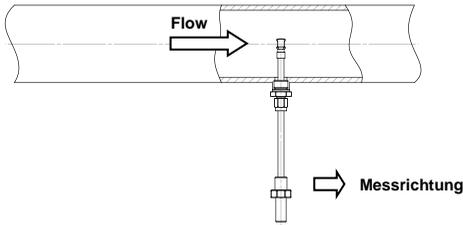
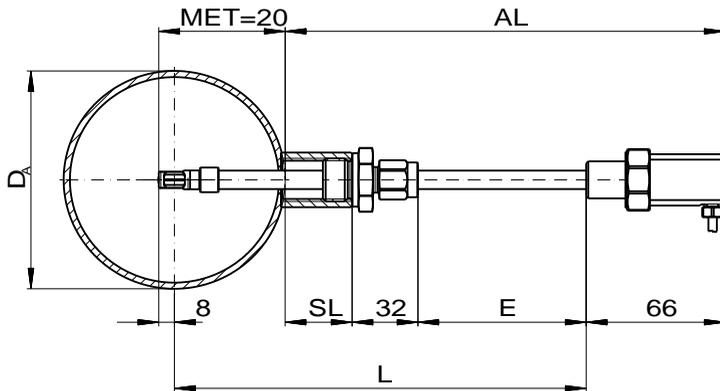

Abbildung 1: Positionierung im Rohr
Abbildung 3
Der Sensor misst die Strömungsgeschwindigkeit nur in der auf Gehäuse und Sensorkopf angezeigten Richtung (Pfeil) korrekt. Daher ist darauf zu achten, dass der Sensor richtig zur Strömungsrichtung ausgerichtet wird (siehe Abbildung 1), wobei eine Verkippung bis zu $\pm 3^\circ$ zulässig ist⁴.
Die Mitte des Kammerkopfs, auf die sich auch die Längenangabe L des Fühlers bezieht (siehe Abbildung 3), stellt den eigentlichen Messort der Strömungsmessung dar und sollte möglichst günstig in der Strömung, also in der Rohrmitte, platziert sein (siehe Abbildung 1).
Der Sensor wird mithilfe seiner integrierten Durchgangsverschraubung (DG) auf das Rohr montiert. Typischerweise wird hierfür eine Muffe als Anschlussstutzen auf ein Loch in dem mediumsführenden Rohr geschweißt, in die das Außengewinde (G½ oder Rp½) der DG eingeschraubt wird (siehe Abbildung 3).